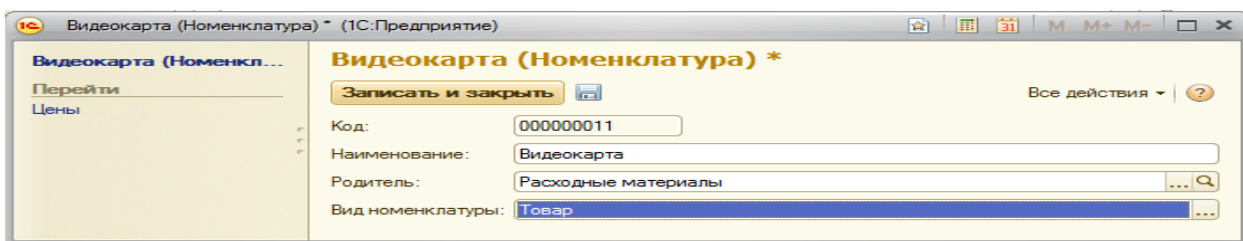

Рис. 82
- запустите 1С: Предприятие в режиме отладки и задайте для каждого элемента справочника Номенклатура соответствующее значение реквизита Вид номенклатуры (рис. 82).